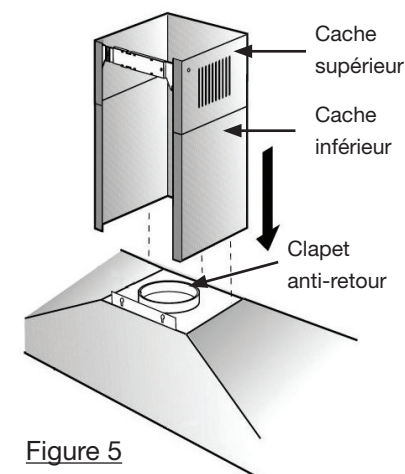

Figure 5
- Le conduit d'évacuation doit être d'un diamètre de 150 mm, en matière non inflammable. Vous pouvez également utiliser un conduit de diamètre inférieur avec le réducteur fourni. Dans ce cas, placez un réducteur sur le clapet anti-retour de la hotte (voir figure 5).
17. Ecartez légèrement le cache inférieur et positionnez-le sur le cache supérieur ainsi que dans le logement de la hotte prévu à cet effet (voir figure 5).
14. Ecartez légèrement le cache inférieur et positionnez-le sur le cache supérieur ainsi que dans le logement de la hotte prévu à cet effet (voir figure 5).